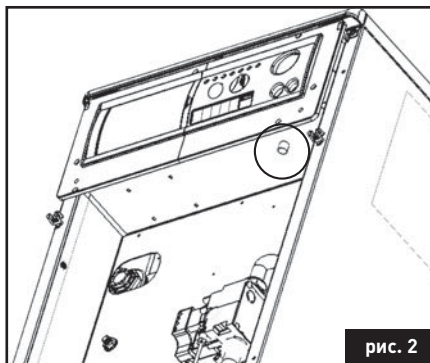

рис. 2
- нажать кнопку, расположенную на термостате, который контролирует правильный выброс газов (рис. 2);